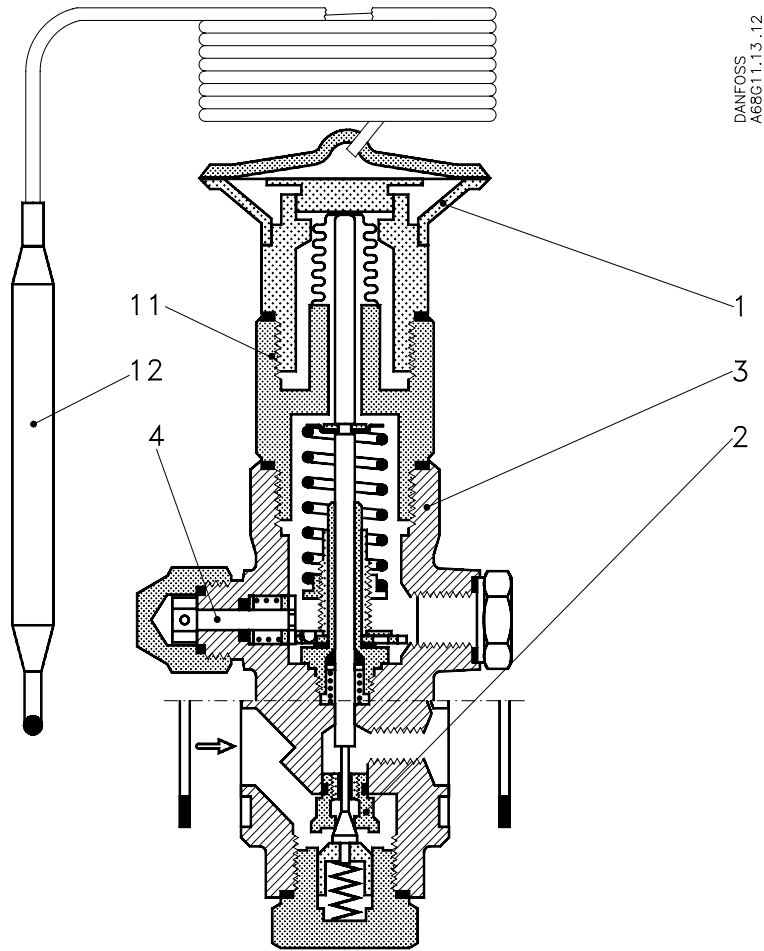

Fig. 1
TEAT monteres med gennemstrømning i pilens retning (fig. 1).
Drejning af reguleringsspindelen (fig. 1, pos. 4) venstre om (mod uret) giver større afkøling af tryk-røret- og omvendt. En omdrejning af regule-ringsspindelen (fig. 1, pos. 4) giver en temperaturændring på ca. 2°C.